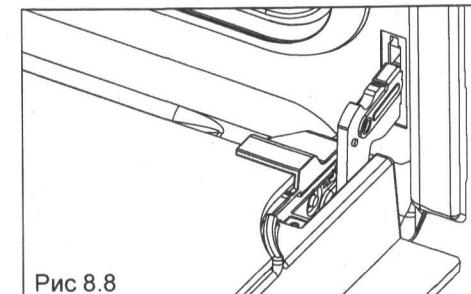
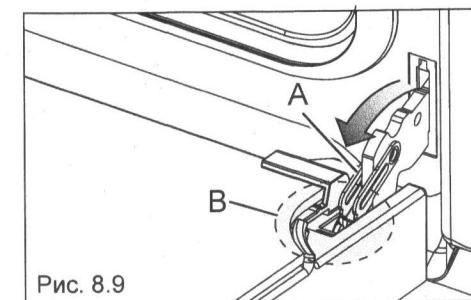

Рис. 8.8
Рис. 8.9
- Полностью откройте дверцу духового шкафа (рис. 8.8).
- Полностью откройте рычаг "A" на правом и левом шарнирах (рис. 8.9).
- Немного закройте дверцу (рис. 8.8), так чтобы рычаги "A" правого и левого шарниров зацепились за часть "B" дверцы (рис. 8.9).